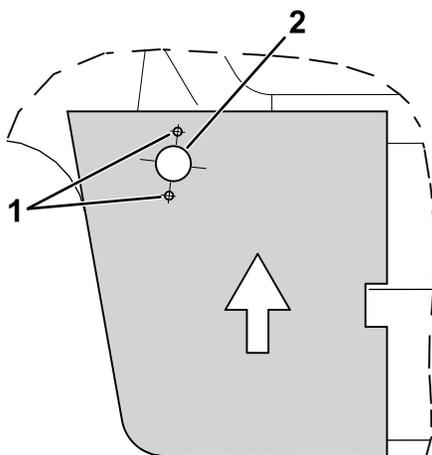

Figure 2
3. Percez 3 trous dans le capot, comme montré à la Figure 2.